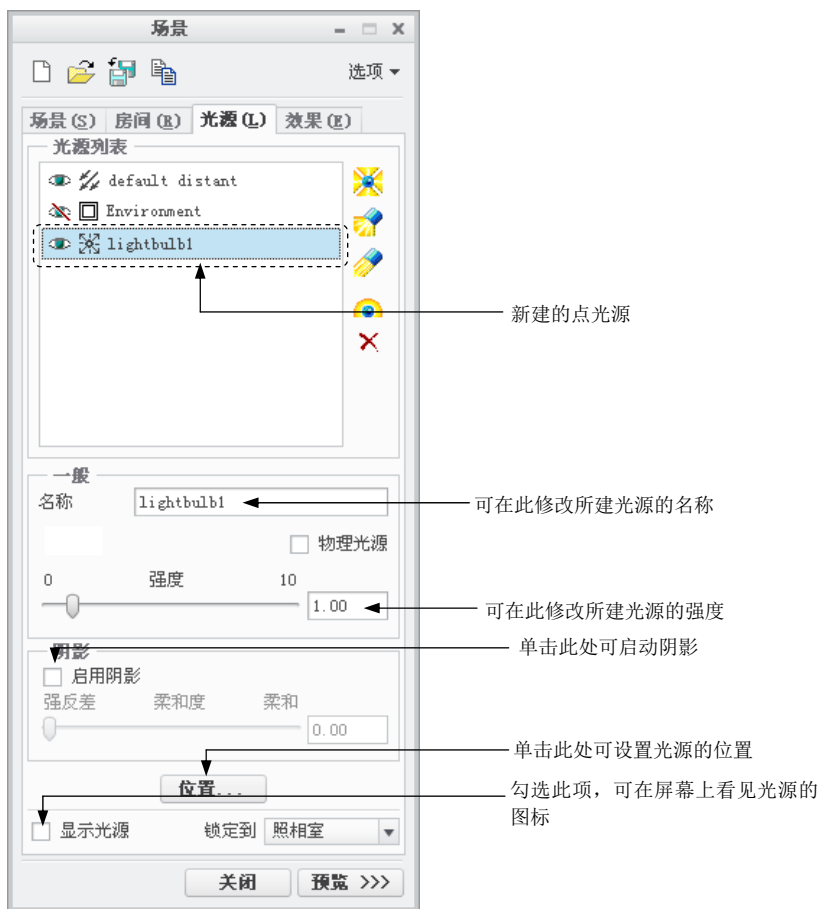
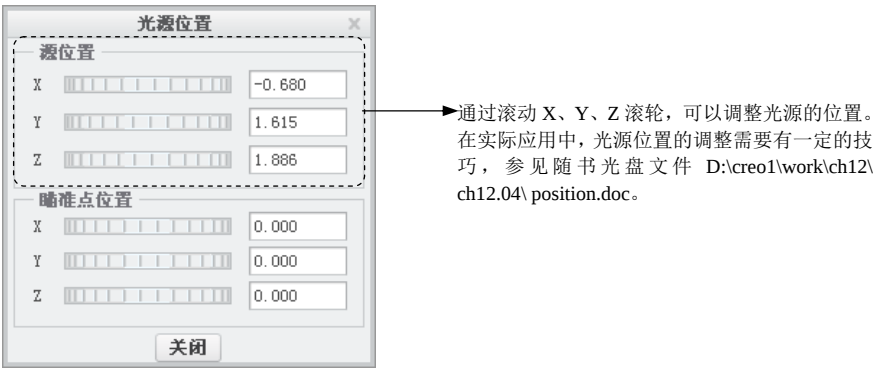

图 12.4.2 “光源”选项卡
图 12.4.3 “光源位置”选项卡
- (1) 设置光源的 **一般** 属性。如图 12.4.2 所示，在 **一般** 区域中可以设置光源的 **名称** 和 **强度**。
- (2) 设置光源的 **阴影** 属性：在图 12.4.2 所示的 **阴影** 区域中可以设置光源的阴影，此选项可增加渲染的真实感，但同时增加了计算时间。
(3) 设置光源的“位置”属性。
- 如图 12.4.2 所示，单击 **位置...** 按钮可以弹出图 12.4.3 所示的“光源位置”对话框，用户可以在 **X**、**Y** 或 **Z** 方向放置光源，这里的 X、Y 和 Z 与当前 Creo 坐标系的 X、Y 和 Z 轴没有任何关系。无论模型处在什么方位，这里的 **X** 总是为水平方向，向右为正方向；**Y** 总是为竖直方向，向上为正方向；**Z** 方向总是与显示器的屏幕平面垂直。
(1) 设置光源的“一般”属性。在**一般**区域中，可以修改光源的名称和强度，在**聚光灯**区域中可设置其（投射）角度及焦点。
(2) 在图 12.4.3 所示的“光源位置”对话框中可以设置光源的位置。